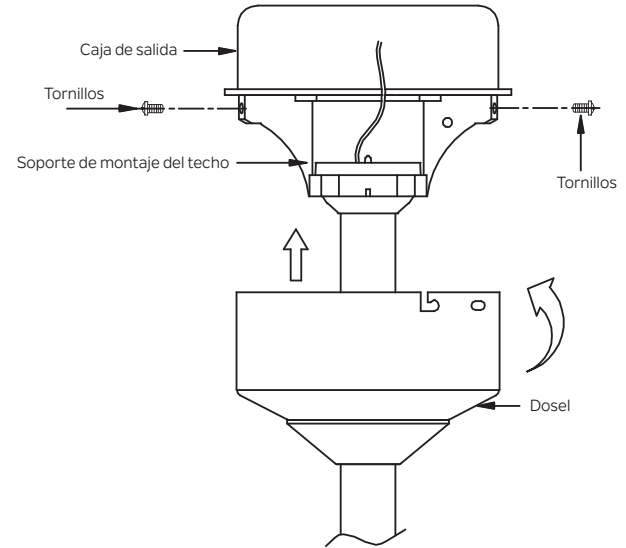

Figura 17
**Paso 2.** Deslice el dosel hasta el techo y fíjelo al soporte de montaje del techo con 4 tornillos en el borde superior del soporte de montaje del dosel y en el soporte de montaje. Apriete todos los tornillos firmemente. (Figura 17)